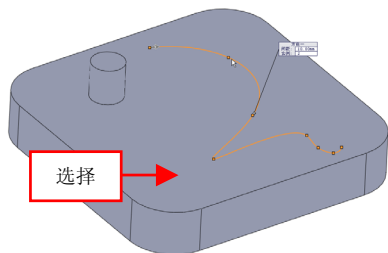

图 6-75 选择阵列方向
(3) 弹出【曲线驱动的阵列】属性管理器，在绘图区中，选择样条曲线为阵列方向，如图 6-75 所示。